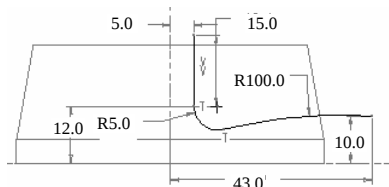

图 6.7.5 草图 1
Step4. 创建图 6.7.5 所示的草图 1。在操控板中单击“草绘”按钮 ；选取 RIGHT 基准平面作为草绘平面，选取 TOP 基准平面为参考平面，方向为左，单击  按钮，绘制图 6.7.5 所示的草图。